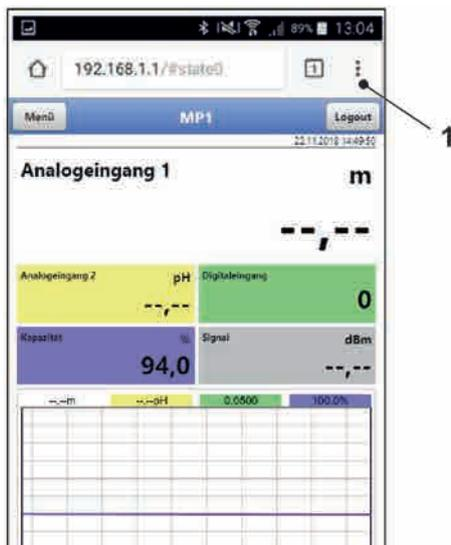

Abb. 30-6 Anzeige NFM-Display im Browser
7. In das Adressfeld die IP-Adresse „192.168.1.1“ eintragen und öffnen. Nach erfolgreicher Verbindung erscheint das Display des NivuLevel Mobile (Abb. 30-6).
8. Zum Einrichten eines Links auf dem „Home-Bildschirm“ (für einen direkten Zugang) das Symbol für weitere Tabs (Abb. 30-6 Pos. 1) und Einstellungen antippen und „Zum Startbildschirm hinzu“ (Abb. 30-7 Pos. 1) auswählen.